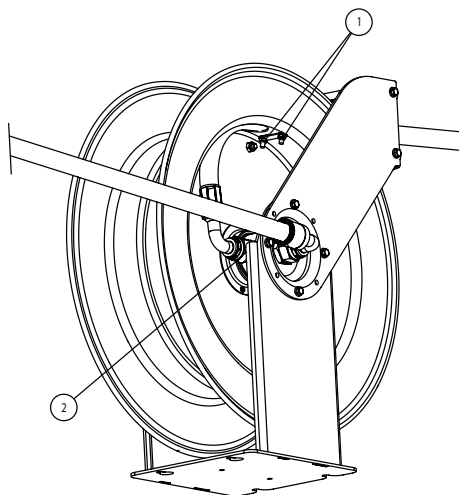

Рис. 4
2. Подсоединить новый шланг к поворотному соединению (2) (рис. 4), установить U-образный болт (1) (рис. 4) таким образом, чтобы он прочно прижимал шланг к намоточному барабану, и начать наматывать шланг на намоточный барабан, проворачивая барабан вручную.
2. Снять U-образный болт, ослабив гайки (1), и отсоединить шланг от поворотного соединения (2) (рис. 4).